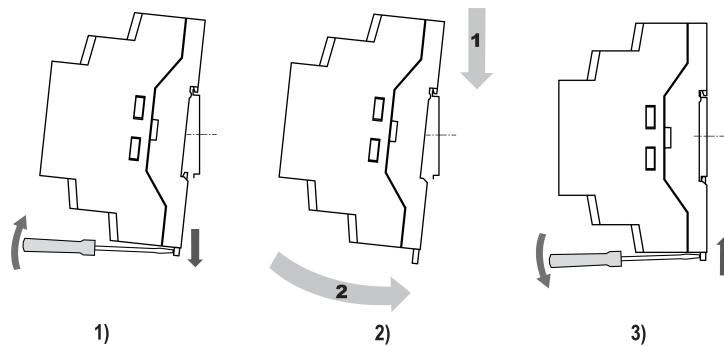

Рисунок 4.10 – Монтаж прибора с креплением на DIN-рейку
- Вставив отвертку в проушину, оттянуть защелку рисунок 4.10, 1\)
- Установить прибор на DIN-рейку в соответствии с в направлении стрелки 1 рисунок 4.10, 2\);
- Прижать прибор к DIN-рейке в направлении, показанном стрелкой 2 (рисунок 4.10, 2\). Зафиксировать защелку (см. рисунок 4.10, 3\).